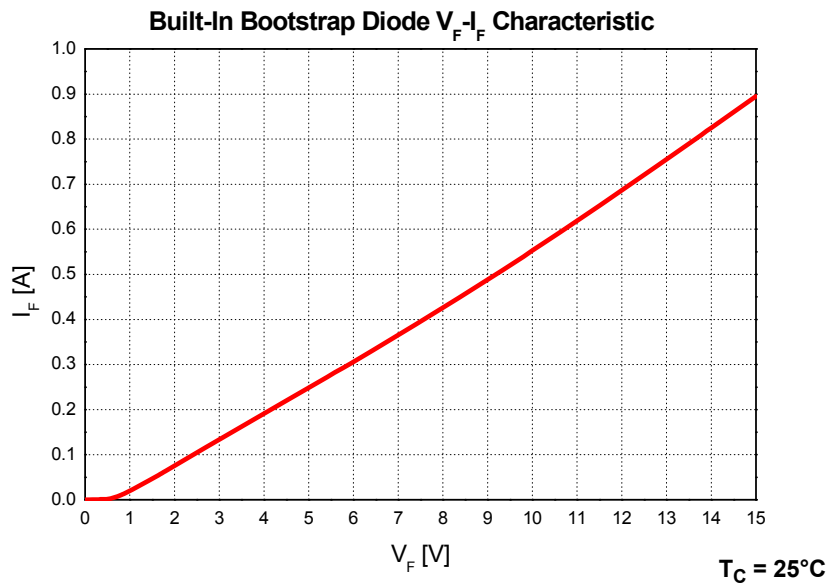

图 2. 内置自举二极管特性 (典型值)
- 关于壳体温度 (T_C) 的测量点, 参见图 2。
- 内置自举二极管的电阻约为 15Ω 。请参阅图 2。